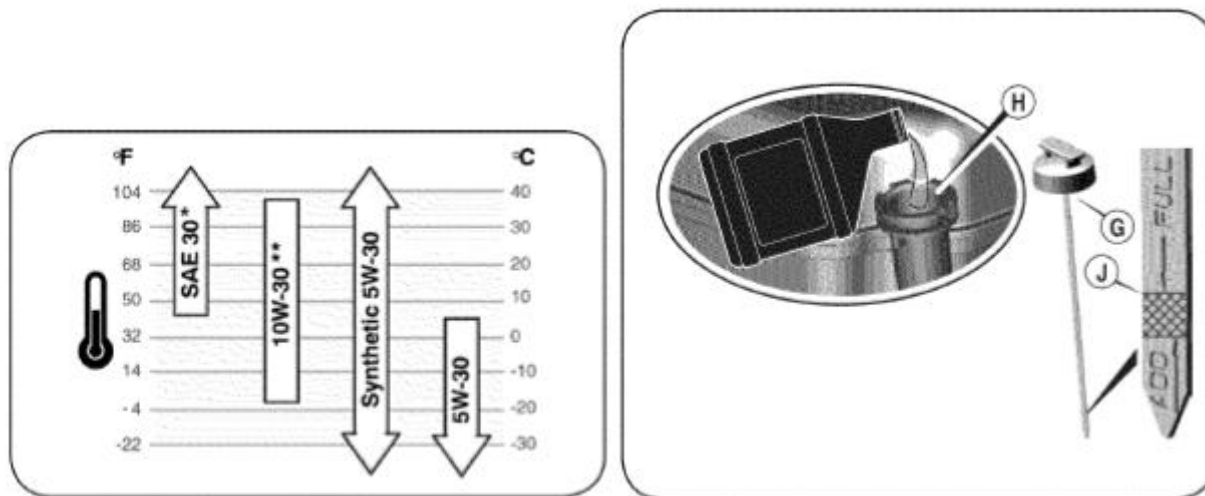

РИС. 9
1. Выкрутите крышку с щупом (G) из маслоналивной горловины (см. Рис. 9).
2. Расположив газонокосилку на ровной горизонтальной поверхности, вылейте все содержимое емкости в маслоналивную горловину (H).
3. Вставьте щуп на место и заверните крышку. Выкрутите крышку с щупом и проверьте уровень масла (см. Рис. 9).
4. Если уровень масла ниже самой последней риски щупа, извлеките щуп и залейте в двигатель масло рекомендуемого типа до верхней отметки (J). Не переполняйте двигатель маслом.